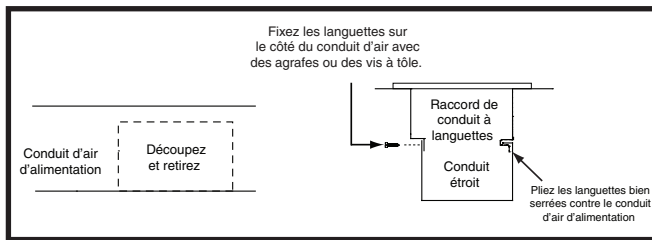

Figure 13. Conduits d'air étroits – Option 2
1. Coupez et retirez le dessus du conduit d'alimentation en air, comme indiqué à la Figure 13.
3. Pliez les languettes inférieures du raccord de conduit vers le haut et serrez-les le plus possible contre le conduit d'alimentation en air (Figure 13).